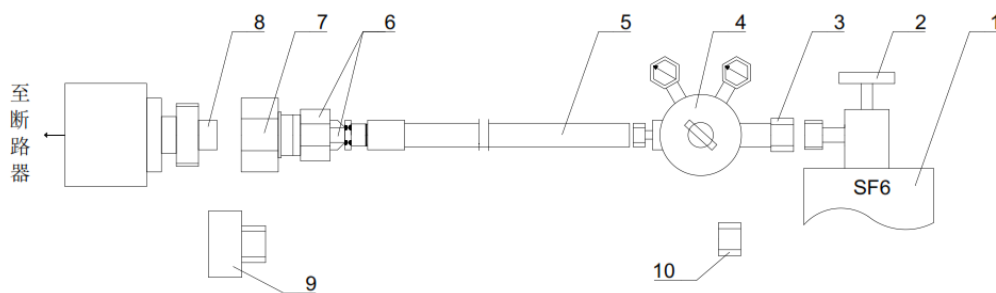

Рис. 9 Заполнение элегазом SF6
3.8.2 Заполните элегазом SF6, как показано на рис. 9.